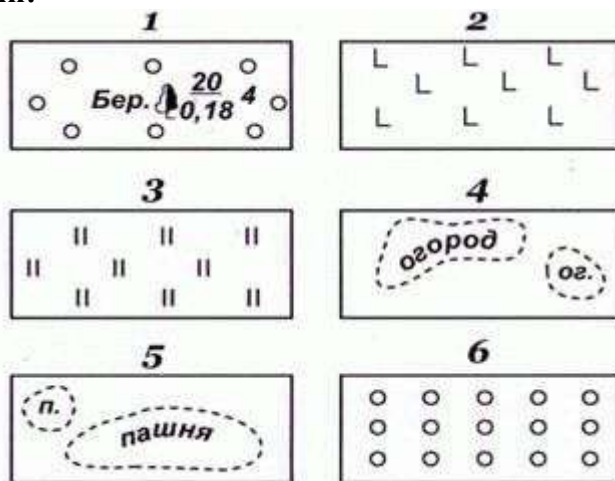

Рисунок 65 - Площадные условные знаки:
1. Площадные условные знаки (рис. 65) применяют для заполнения площадей объектов (например пашни, леса, озера, луга); они состоят из знака границы объекта (точечный пунктир или тонкая сплошная линия) и заполняющих его изображений или условной окраски; например, на условном знаке 1 показан березовый лес; цифры (20/0,18) *4 характеризуют древостой, (м): числитель – высоту, знаменатель – толщину ствола, 4 – расстояние между деревьями.